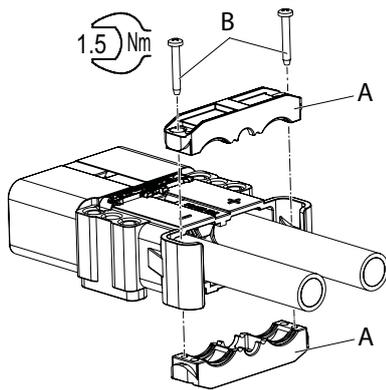

Abb. 25:
Empfehlung: Vor dem Festziehen der Zugentlastungsschrauben (Abb. 25/B) den Lade-/Fahrzeugstecker mit einer Batteriedose zusammenstecken und erst dann die Zugentlastungsschrauben des Steckers anziehen. Dadurch wird eine Ausrichtung der Hauptkontakte erzielt.
1. Obere und untere Schelle (Abb. 25/A) der Zugentlastung auf die Kabel aufsetzen.
3. Mit Kreuzschlitzschraubendreher PH2 die Schellen (A) gleichmäßig mit beiden Schrauben (B) verschrauben.